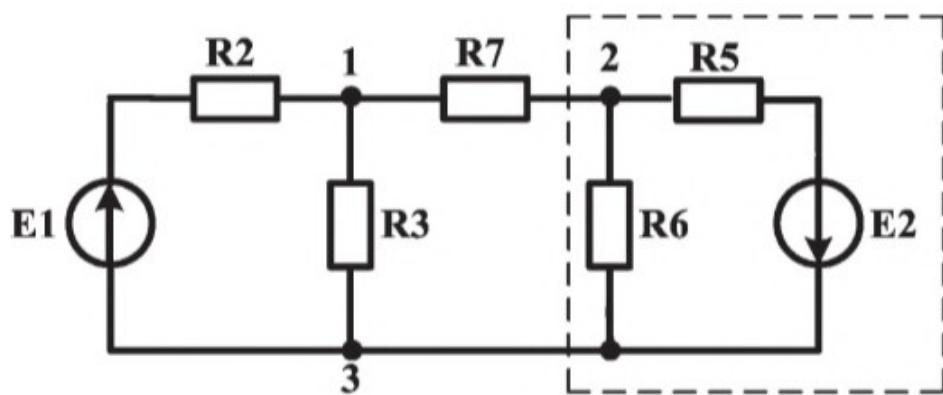

Рис. 8
2. Собрать цепь по схеме рис. 8.
4.1. исключить из цепи рис. 8 источник E_2 (отключить источник E_2 от схемы и закоротить гнезда в схеме, куда он был подключен);
4.3. подключить к цепи рис. 8 источник E_2 , исключив из неё источник E_1 (отключить источник E_1 от схемы и закоротить гнезда в схеме, куда он был подключен);
6. Определить параметры источника напряжения, эквивалентного участку цепи рис. 8, выделенному пунктирной рамкой. Для этого:
1. Используя результаты измерений в п.3 и п.4 экспериментальной части, на основании закона Ома вычислить токи I_2 , I_3 , I_5 , I_6 , I_7 , протекающие через резисторы R_2 , R_3 , R_5 , R_6 , R_7 , для трёх схем при различных подключениях источников в цепи рис. 8 (все три схемы привести в отчете) и указать их положительные направления. Результаты записать в табл. 5.